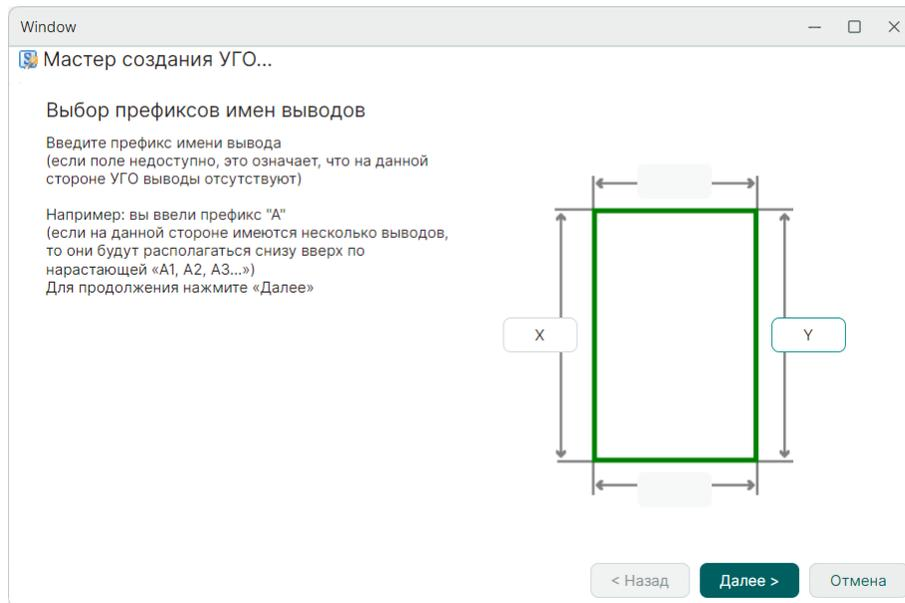

Рис. 235 Префиксы меток выводов
4. Укажите префиксы меток выводов, см. Рис. 235.